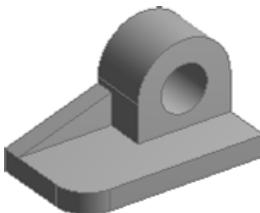

图 3.3.19 添加材料拉伸特征 2
- (1) 选择命令。选择 **Create** → **Extrude** 命令，弹出“Details View”对话框。
- (2) 定义拉伸截面。选取 Sketch2 为截面，在“Details View”对话框中的 **Geometry** 文本框中单击 **Apply** 按钮确认。
- (3) 定义拉伸属性。在“Details View”对话框中的 **Operation** 下拉列表中选择 **Add Material** 选项，采用系统默认的加材料。
- (4) 定义拉伸深度方向。采用系统默认的拉伸方向。
- (5) 定义拉伸深度值。在 **FD1, Depth (>0)** 文本框中输入数值 55。
- 步骤 04** 添加图 3.3.19 所示的加材料拉伸特征 2。